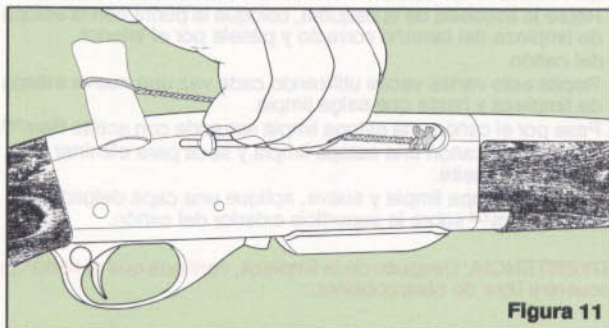

Figura 11
4. Introduzca la escobilla dentro de la recámara a través del extractor. Repita esto varias veces. Vea la Figura 11.